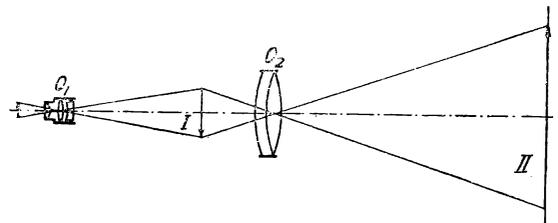
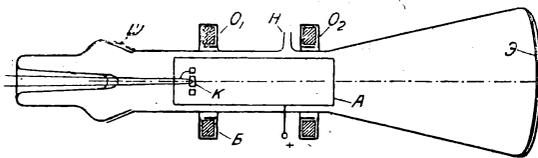

Рис. 55. Схема проекционного микроскопа
Рис. 56. Схема электронного микроскопа
На рис. 55 изображены ход лучей и построение изображения в так называемом проекционном микроскопе, в котором изображение I , создаваемое объективом O_1 , не рассматривается сквозь лупу, а проектируется вторым «окулярным» объективом O_2 на экран (II). Схема такого проекционного микроскопа соответствует схеме электронного микроскопа (рис. 56), который обязательно должен быть проекционным, ибо рассматривать электронное изображение непосредственно глазом, без флуоресцирующего экрана, невозможно.
В электронном микроскопе используются две магнитные линзы, из которых одна служит объективом (O_1 на рис. 56), а другая — «окулярном» (O_2).
Для того чтобы линзы были достаточно короткофокусными, необходимо сосредоточить магнитное поле на небольшом участке. С этой целью катушки заключены в железный панцирь-кожух (B) с узким кольцеобразным прорезом, видимым на рис. 56.